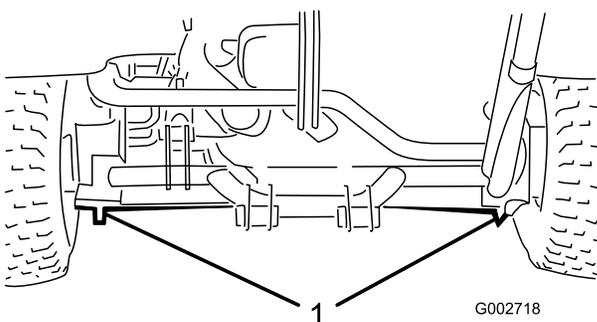

図 19
- ・ 左右の後ホイール・モータの下のフレーム部分 (図 19)